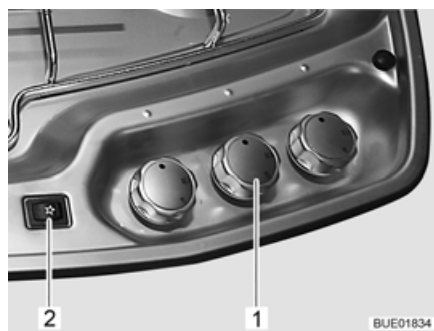

Fig. 173 Elementi di comando del fornello a gas
- Ruotare il pomello girevole (Fig. 173,1) dell'impianto a fiamma libera desiderato in posizione accesa (fiamma alta).
- Premere il pulsante per l'accensione (Fig. 173,2). Sul bruciatore vengono prodotte scintille.